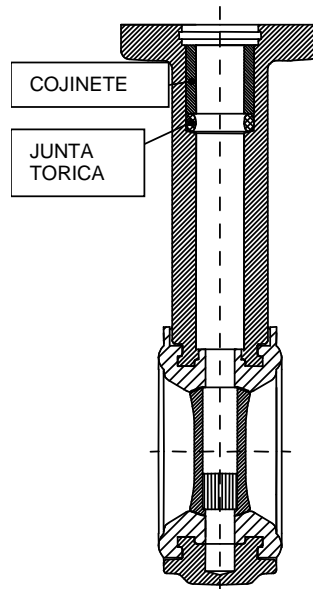

Fig.4
4.- Introducimos la junta tórica y el cojinete, en este orden y lo golpeamos levemente con un mazo de nylon (Fig.4).